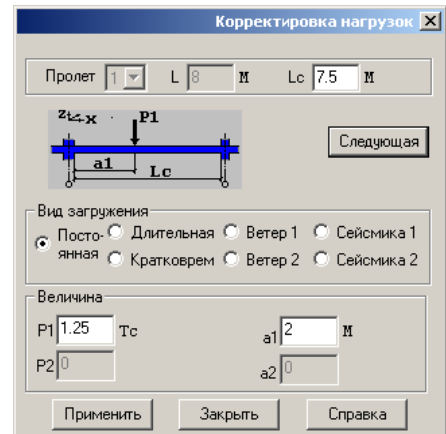

Рис.7.3.3. Окно диалога **Корректировка нагрузок**
- нажмите кнопку **Следующая**, так, чтобы рассматривались параметры постоянной сосредоточенной нагрузки (рис. 7.3.3);